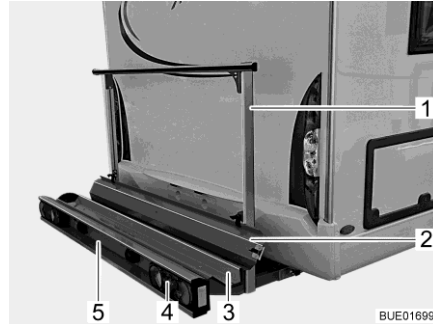
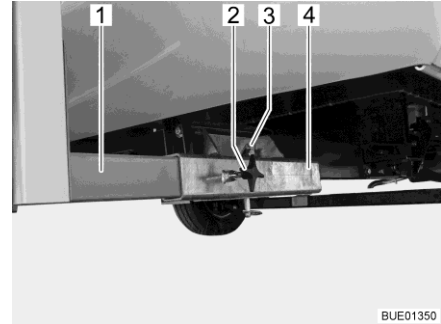

Bild 7 Lasthållare
Bild 8 Fäste på fordonet
Lasthållaren (Bild 7) är avsedd för en motorcykel eller en moped med en vikt på upp till 130 kg.
- Bärlatta (Bild 7,3) och hållbygel (Bild 7,1) med fäste på fordonet (Bild 8)
- Bakljus (Bild 7,4)
- Nummerplåtsbelysning (Bild 7,5)
- Uppkörningsskena (Bild 7,2)
Lasthållarens två långsgående balkar (Bild 8,1) fixeras med vingskruvar (Bild 8,2) i fyrkantfästena (Bild 8,4) i fordonsgolvet. Lasthållaren säkras med en sprint (Bild 8,3) med låsring.